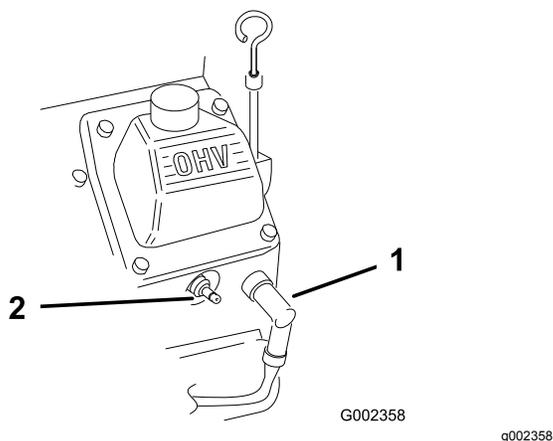

Рисунок 27
2. Отсоедините провода от свечей зажигания (Рисунок 27).
3. Подсоедините провода к свечам зажигания (Рисунок 27).